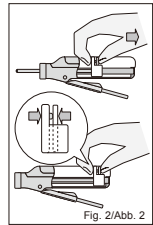

Fig. 2/Abb. 2
- Make sure that the piston is completely retracted into the dispenser. (Fig. 2)
- Sicherstellen, dass der Kolben komplett in den Dispenser zurückgezogen wurde. (Abb. 2)